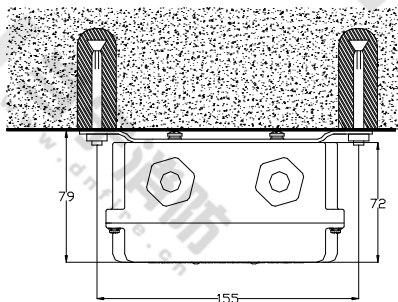

图 2 墙上安装示意图
- 墙上安装：用两个 M6×60 的膨胀螺栓将编址接口模块底壳所带安装板固定到墙上，安装尺寸见图 2。